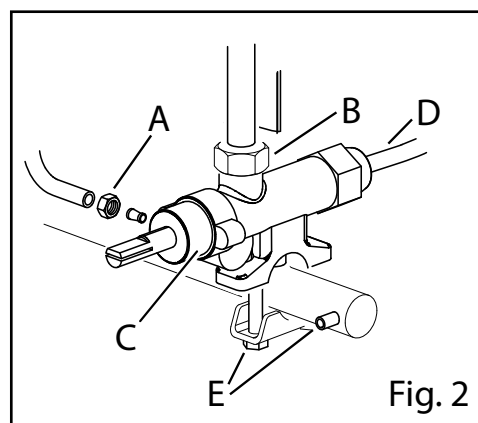

Fig. 2
- Svitare la vite di blocco (Fig. 2).
- Dove previsto impostare la distanza (X) mm della boccola corrispondente al gas prescelto (vedi Tabella Gas di riferimento).
- Svitare i collegamenti entrata (per es. Fig. 2/E) ed uscita gas (per es. Fig. 2/A e B)
- Sfilare la termocoppia (per es. Fig. 2/D)
- Svitare la termocoppia dal rubinetto (per es. Fig. 2/D)